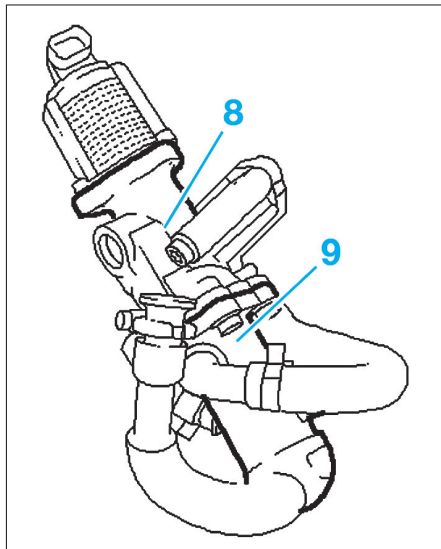

FIG. 55
- Désassembler l'électrovanne (8) de l'échangeur (9) (Fig.55).